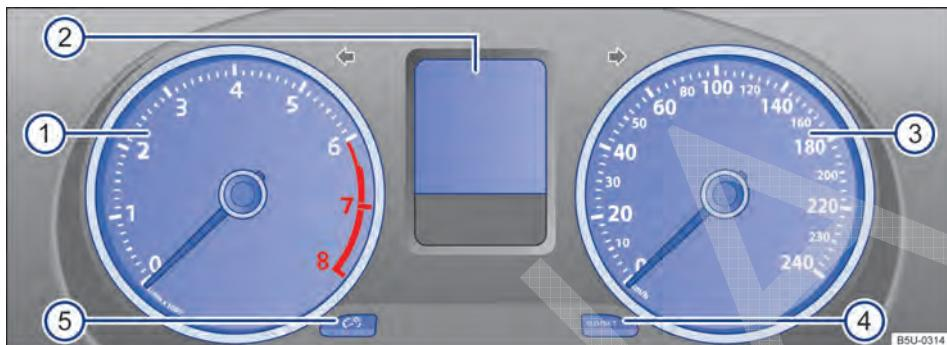
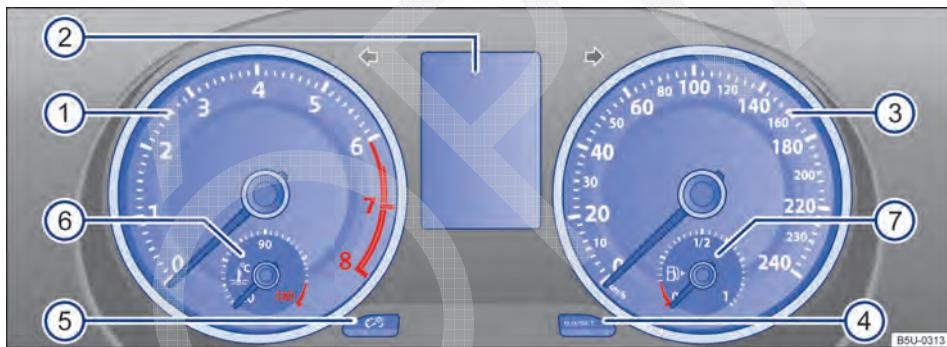
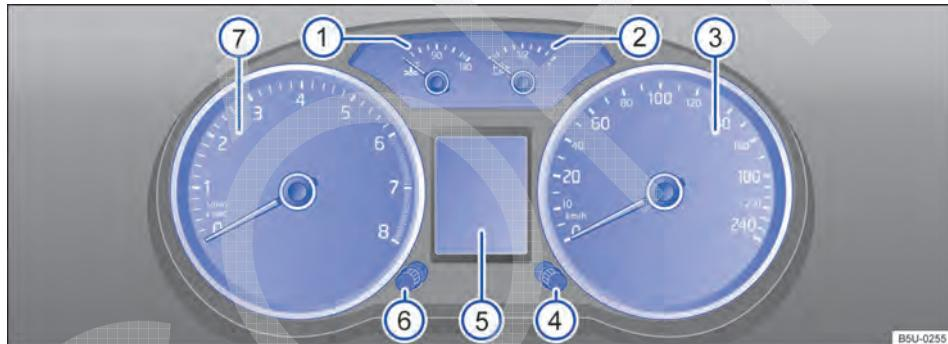

Fig. 13 Instrumento combinado no painel de instrumentos (variante 1).
Fig. 14 Instrumento combinado no painel de instrumentos (variante 2).
Fig. 15 Instrumento combinado no painel de instrumentos.
Significado dos instrumentos → Fig. 13 e → Fig. 14:
Sobre os instrumentos → Fig. 15:
Conforme os equipamentos do veículo, é possível visualizar diferentes informações no display do instrumento combinado → Fig. 13 ②, → Fig. 14 ② ou → Fig. 15 ⑤:
O indicador do intervalo de serviço aparece no display do instrumento combinado → Fig. 13 ②, → Fig. 14 ② ou → Fig. 15 ⑤.
Pressionar a tecla do hodômetro parcial ④ → Fig. 15 e manter pressionada.